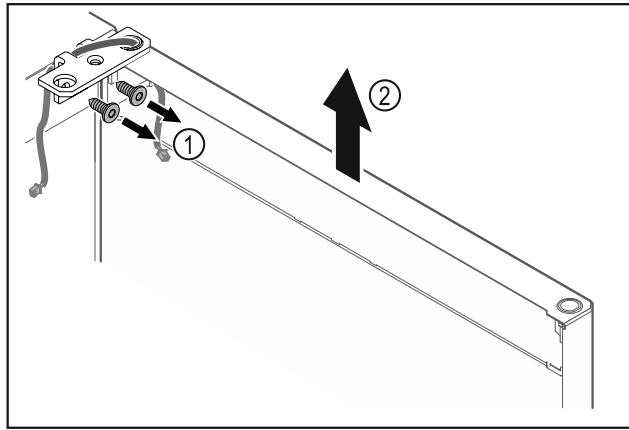

Fig. 13
- ▶ Ξεβιδώστε τη γωνία μεντεσέ Fig. 13 (1).
- ▶ Σηκώστε την πόρτα μαζί με τη γωνία μεντεσέ Fig. 13 (2) περίπου 200 mm ευθεία προς τα επάνω και αφαιρέστε τη.